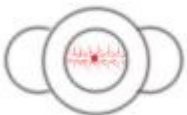

图 2. 耀眼的暗红光斑
【方法二】对于原因 2. 取下激光头，去掉光管密封胶，清洁一下光路、圆形激光器的全息镜面、反射镜镜面与物镜镜面；再把圆形激光器插入灯孔中，粗调其安装位置，使之用眼睛平视圆形激光器印板上边应与黑色基座的横向面平行，如图 2. 所示。开机试读 CD 碟片，若不读碟，可微微地顺〔左或右〕同一方向扭动一点圆形激光器印板，至到读取 CD 碟为止，然后再读取二合一的 DVCD 碟片，成功后用 502 快干胶固封（点击图片放大）。
用吸锡器吸掉各脚焊锡，再用刀片切离圆形激光器与小印板，取下已损坏的圆形激光器并清除掉灯孔座上残留的胶；把好的圆形激光器的脚位正确对准小的脚位焊好，再把圆形激光器插入灯孔中，按上述图 2. 所示粗调其安装位置，使之用眼睛平视圆形激光器印板上边应与黑色基座的横向面平行，再进行 EF 相位调整。
- 从物镜观看如图 2. 所示，有向边缘扩散清晰可见耀眼的暗红光斑者为可修复的好管。
- 清晰可见有向边缘扩散耀眼的暗红光斑者为可修复的好管，如图 2. 所示。